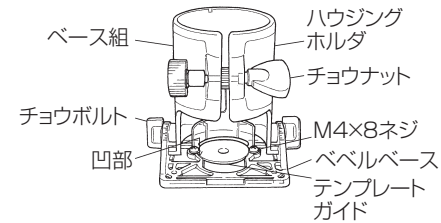

図 16
(1) ベース組のチョウナットをゆるめ、本体よりベース組を取りはずしてください。(図 16)
(2) ベベルベースの左右に取付いているチョウボルトをゆるめ、ベベルベースを水平に固定してください。(図 16)
(3) 付属品のテンプレートガイドをベベルベースのテンプレートガイド取付部の凹部に合わせ、2 個の M4 × 8 ネジで固定してください。(図 16)